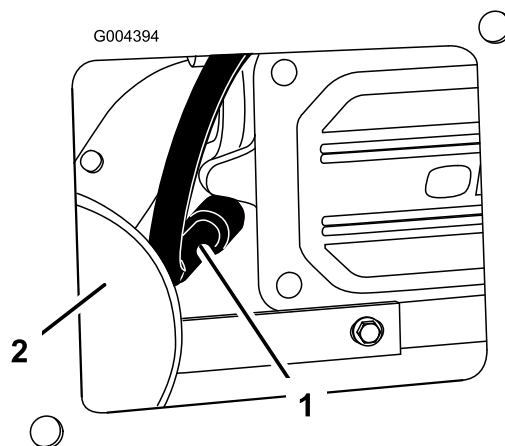

Figura 38
3. Staccate il cappellotto della candela (Figura 38). Pulite intorno alla candela per evitare che la morchia penetri nel motore e lo danneggi.
3. Collegate il cappellotto alla candela (Figura 38).